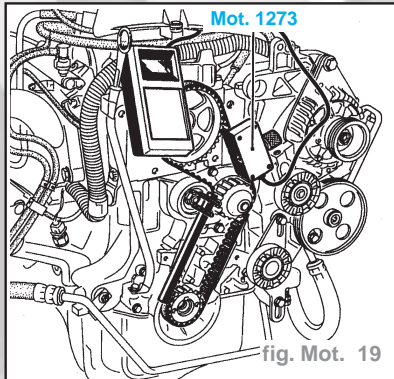

fig. Mot. 19
- Effectuer la tension de la courroie à l'aide de l'outil Mot. 1135-01 jusqu'à l'obtention de la valeur de pose (30 US ± 1,5) (fig. Mot. 19).